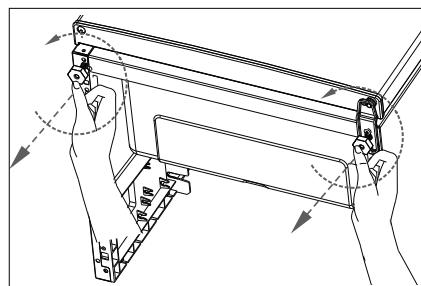

Fig. 1
- ▶ Gire el regulador de temperatura (1) hasta que sobrepase la posición 1 brevemente a la posición ●. Se oirá un clic. El aparato se apaga. Extraiga la clavija de enchufe (8) de la toma de corriente.
- ▶ Saque los cajones de congelado (9) y los estantes (2/3) de cristal como se describe en el capítulo siguiente.
- ▶ Desmonte ambas patas del aparato (7) girándolas en sentido contrario al de las agujas del reloj (fig. 1).
- ▶ Mantenga cerrada la puerta del congelador (4).